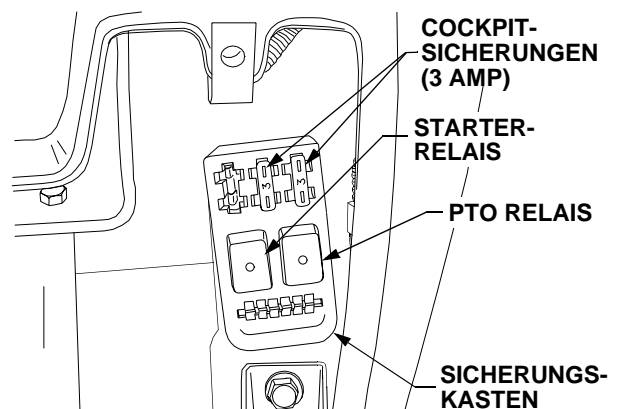

Abbildung 41
- Die zwei Sicherungen aus den Halterungen ziehen und ihren Zustand überprüfen. Ausgelöste Sicherungen gegen solche mit gleicher Leistung (3 Ampere) austauschen. Siehe Abbildung 41.
Das PTO-Relais und das Starterrelais befinden sich im Sicherungskasten und übernehmen die Stromversorgung dieser zwei Schaltkreise. Funktioniert einer dieser Schaltkreise nicht ordnungsgemäß, die Relais von Ihrem Händler überprüfen lassen. Siehe Abbildung 41.